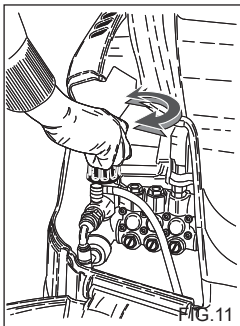

FIG. 11
Tässä kappaleessa käsitellään vain niitä malleja, jotka on varustettu ”paineensäädin” laitteella. Paineensäätimellä, fig. 11, käyttäjä voi säätää työpainetta. Kun nuppi C on käännetty vastapäivään (B) (minimi), toimintapaine vähenee.